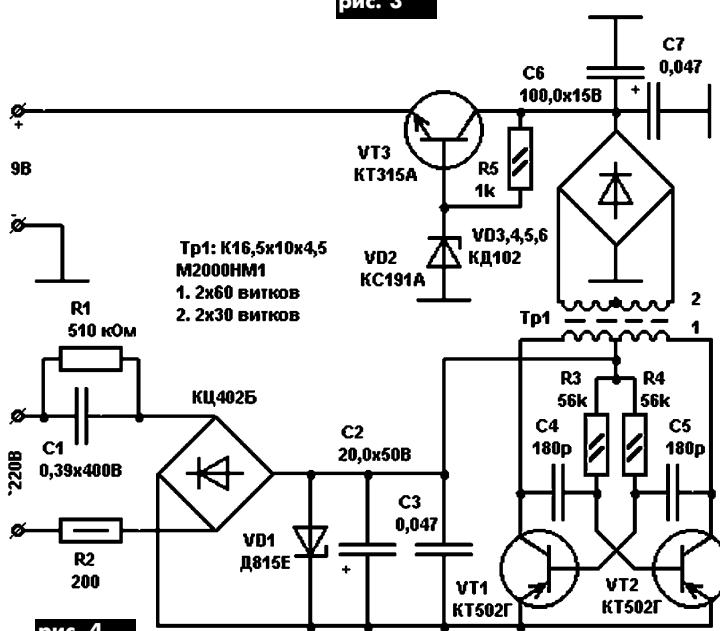

рис. 4
**"Простой сетевой адаптер"** разработан для питания конвертера дециметровых волн или других подобных схем. C1 типа K73-17 - основной гасящий элемент устройства (рис.4), VD1 служит для предварительной стабилизации напряжения и защиты C2 и диодов моста от высокого напряжения.